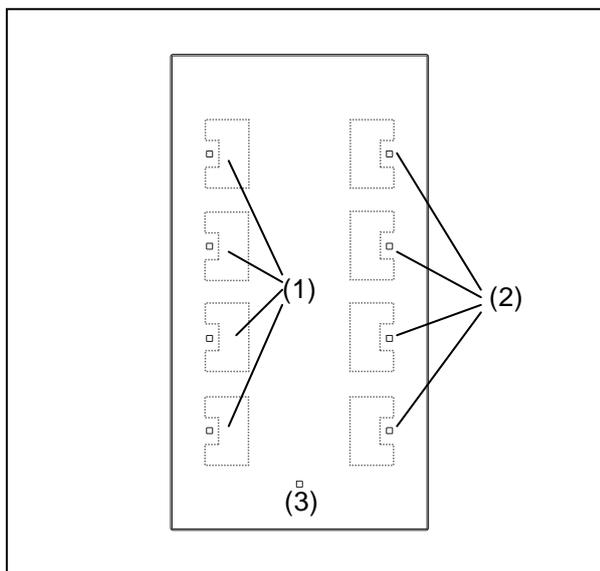

Bild 1: Frontansicht
- Eine Sensorfläche berühren (Bild 1, 1).